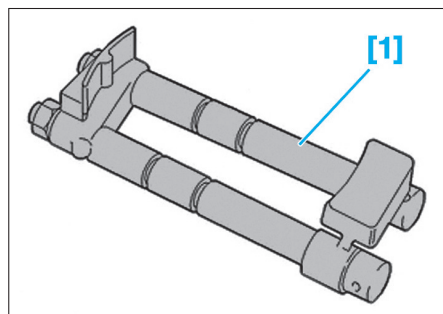

Fig. 66
- [1] Outil de blocage pour arbre à cames (coffret 0191) (Fig.66),